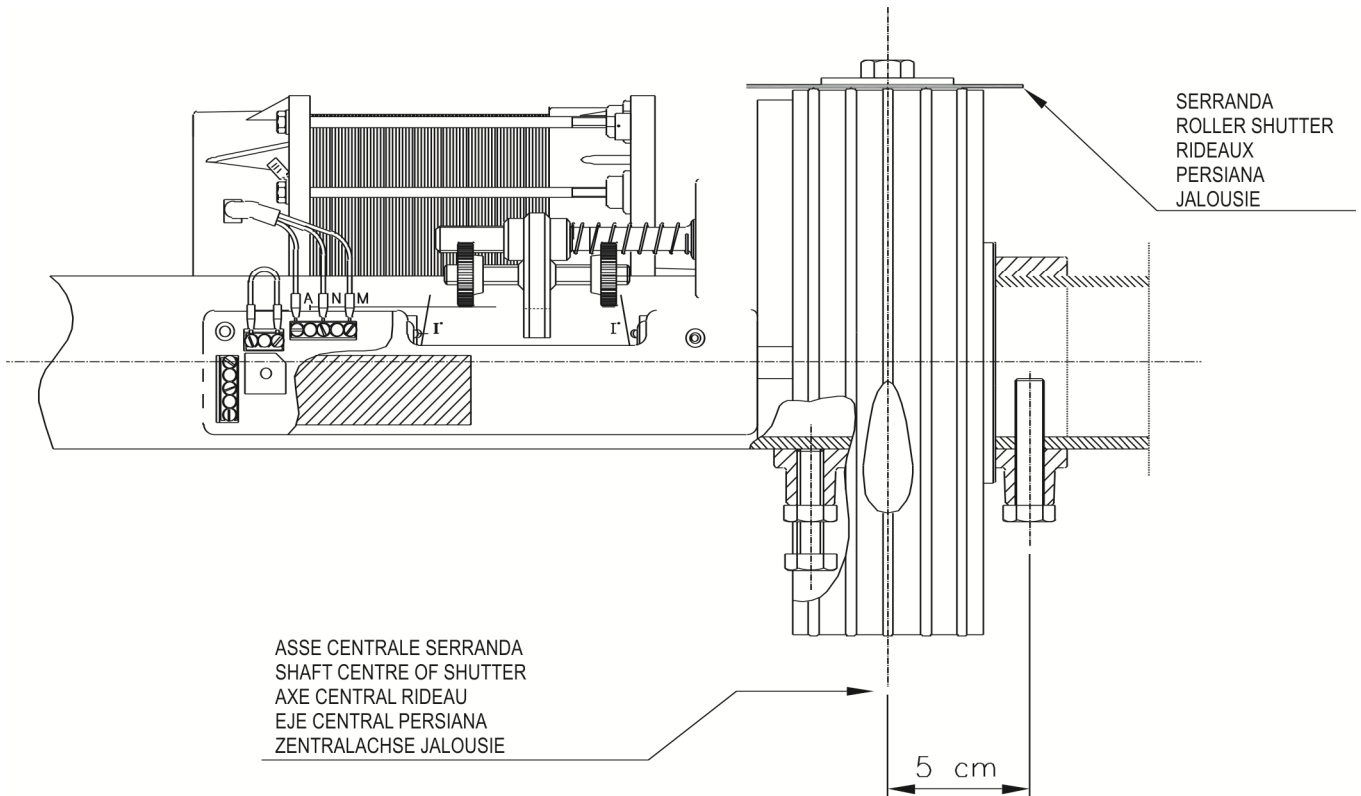

FIG. 1
- 19) S'il est nécessaire d'installer le volet en sens opposé à celui illustré dans la **FIG. 1**, la procédure précédente doit être réalisée en échangeant les rôles des deux micro-interrupteurs (le micro-interrupteur 2 arrête la descente, tandis que le micro-interrupteur 1 arrête le levage).
- 1) Hacer un orificio de 10 mm a 5 cm de diámetro del centro del eje de la persiana (ver la **FIG. 1**).
- 13) Apretar a mano el motorreductor 1-1½ vuelta llevando la abrazadera de final de carrera hacia el microinterruptor 1 (abajo) como en la fig. 1 (debe girar sin obstáculos).
- 19) Si es necesario instalar la persiana en el sentido opuesto al que se ilustra en la **FIG. 1**, los pasos anteriores se deben realizar cambiando las funciones de los dos microinterruptores, ya que el microinterruptor 2 detiene la bajada y el microinterruptor 1 detiene la elevación.
- 1)** Eine Bohrung mit einem Durchmesser von 10 mm bis 5 cm vom Mittelpunkt der Achse der Jalousie anbringen (s. **ABB. 1**).
- 13)** Den Getriebemotor von Hand um 1-1½ Drehungen anziehen und dazu den Endschaltring in Richtung Mikroschalter 1 (unten) bringen wie in Abb. 1 (dieser muss mühelos drehen).
- 19)** Wenn erforderlich die Jalousie in der Gegenrichtung zu der in **ABB. 1** dargestellten installieren. Die vorstehenden Punkte müssen dazu unter Umkehrung der Rolle der beiden Mikroschalter ausgeführt werden, da der Mikroschalter 2 das Herunterfahren stoppt und der Mikroschalter 1 das Anheben.